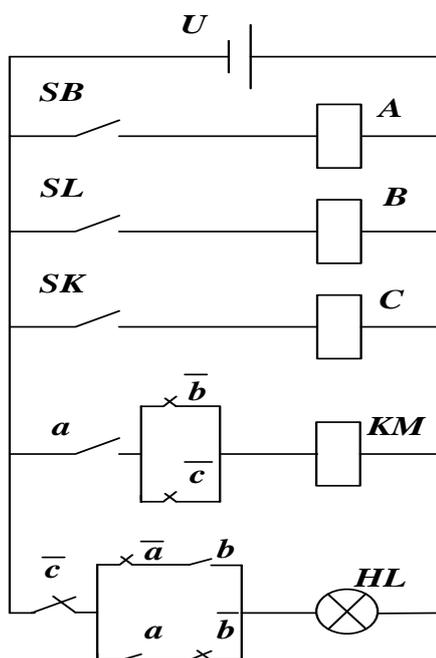

Рис. 1. Релейно-контактная схема
4. Реализуйте на основе рассмотренной РКС (рис. 1.) систему логического управления для контроллера ПЛК-160 на языке FBD пакета Codesys v.2.3.